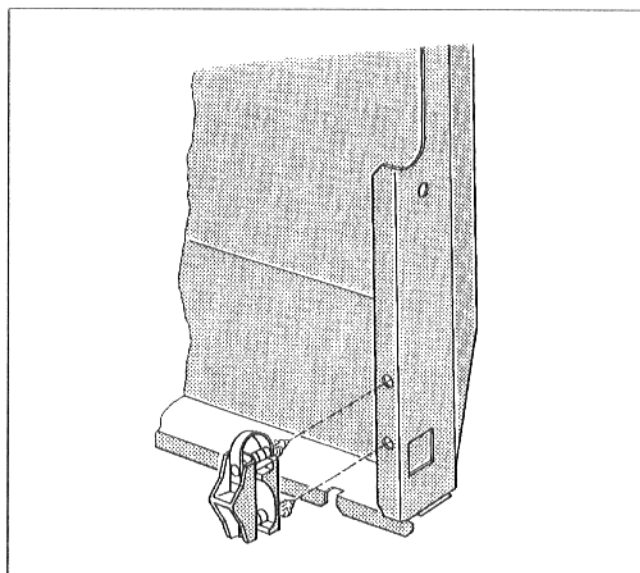

Fig. 8
- Selon que la butée de la porte du brûleur se trouve à droite ou à gauche, insérer les deux goupilles antitraction dans les perforations situées sur le rebord de la façade (Fig. 8).